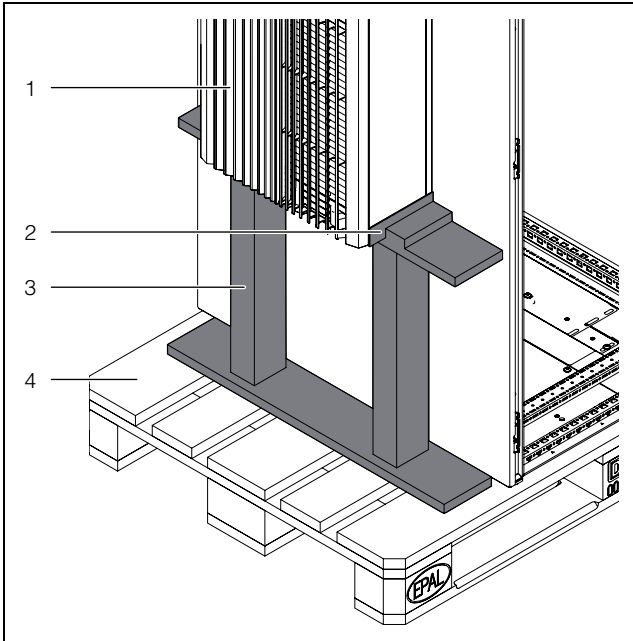
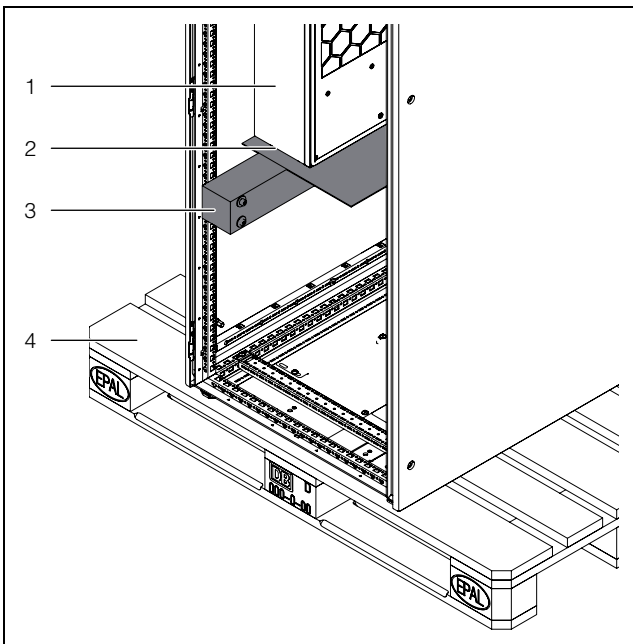

Bild 5: Transportsäkringar utvändigt
Bild 6: Transportsäkringar invändigt
- Använd transportskydd vid transport av aggregat som redan är monterade på apparatskåpet (t.ex. en konstruktion av träkilar eller brädor – bild 5 och bild 6). Dessa skydd stöttar kylaggregatet och förhindrar på så sätt att aggregatet faller vid stötar. För att förhindra lackskador bör t.ex. en bubbelfolie läggas mellan kantråna och kylaggregatet.